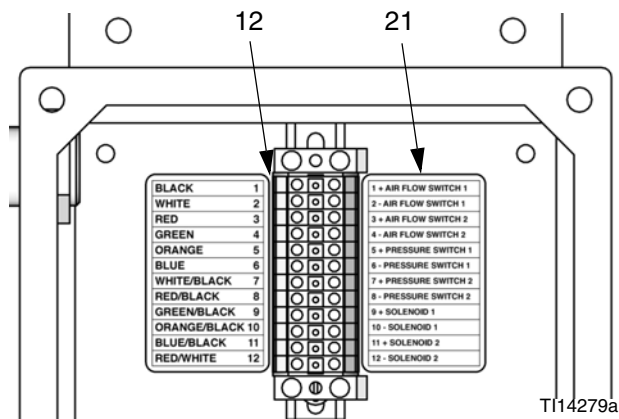

図 4. Air Flow Switch を端子ストリップに接続して下さい。
2. ラベル（21）に示されるように、AFS # 1 からのワイヤを端子ストリップ（12）ピン 1（+） & 2（-）の右側に接続して下さい。図 4 および 表 1 を参照して下さい。
3. ラベル（21）に示されるように、AFS#2 からのワイヤを端末ストリップ（12）ピン 3（+） & 4（-）の右側に接続して下さい。図 4 および 表 1 を参照して下さい。